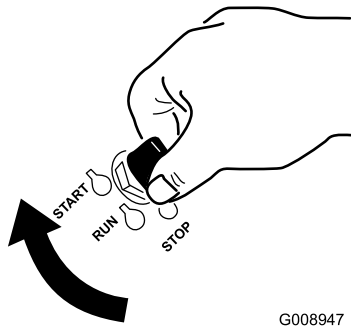

Figura 17
1. Girate la chiave di accensione in posizione di avvio (Figura 17). Rilasciatela quando il motore si accende.
- Girate la chiave di accensione in posizione di avvio (Figura 17). Rilasciatela quando il motore si accende.